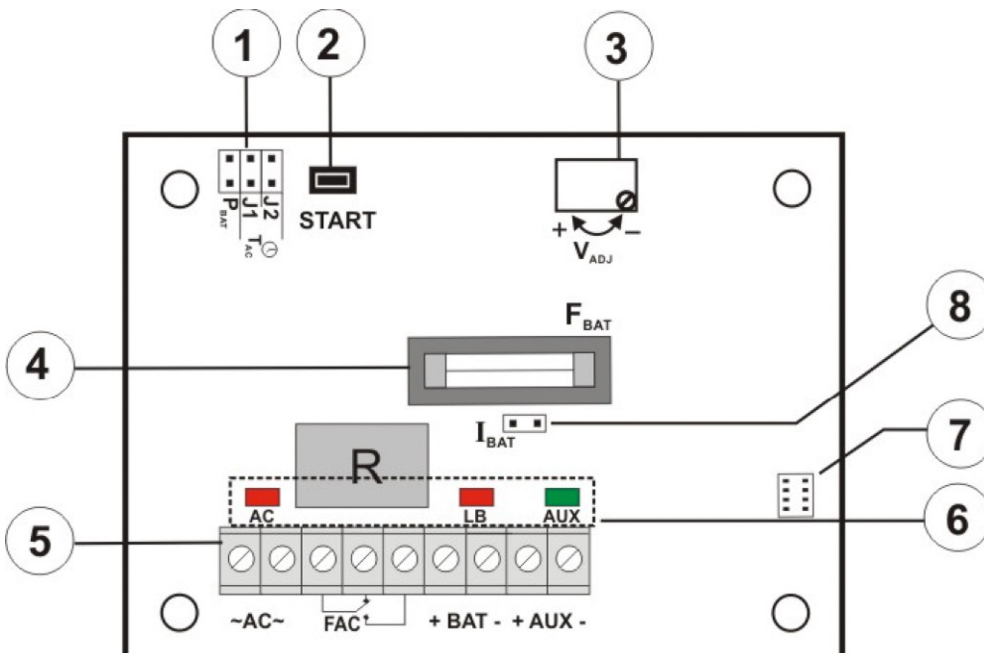

Fig. 2. Scheda pcb dell'alimentatore
Tabella 1. Elementi della scheda dell'alimentatore (vedi fig. 2)
| ②           | Piastra dell'alimentatore (tab. 1, fig. 2)   |